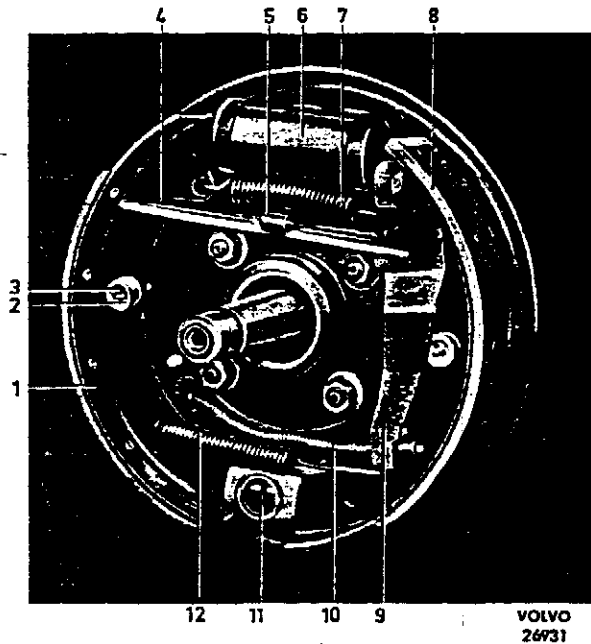

Abb. 25 Hinterradbremse
2. Die vorbereiteten Original-Bremsbeläge aufnieten. Der vordere Belag wird unten an der Backe und der hintere Belag oben angebracht, siehe Abb. 25. Nieten entsprechend den Angaben im Abschnitt „Technische Daten“ und eine Nietpresse mit passenden Dornen verwenden. Mit dem Aufnieten in der Mitte des Belages beginnen und dann aufwärts zu den Enden hin fortsetzen. Darauf achten, daß der Belag über die gesamte Länge gut an der Bremsbacke anliegt.
Das Verfahren beim Kleben ist unterschiedlich für verschiedene Fabrikate der Öfen und Prüfapparate, weshalb eine allgemeine Beschreibung nicht gegeben werden kann. Beim Kleben sind daher die Empfehlungen des Klebstoff-Fabrikanten genau zu beachten. Die Anbringung der Beläge auf der Backe geht aus der Abb. 25. hervor. Beim Kleben darf nur Klebstoff verwendet werden, der die hohen Temperaturen, die bei wiederholtem Bremsen entstehen, vertragen kann.
3. Die Handbremslasche vorschriftsmäßig anbringen. Die untere Rückholfeder einhaken und die vordere Bremsbacke mit Führungsstift und Sicherungsklammer anbringen. Die obere Rückholfeder mit Bremsfederzange einhaken. Werkzeug SVO 4074 entfernen. Federklammer (5 Abb. 25) einbauen.